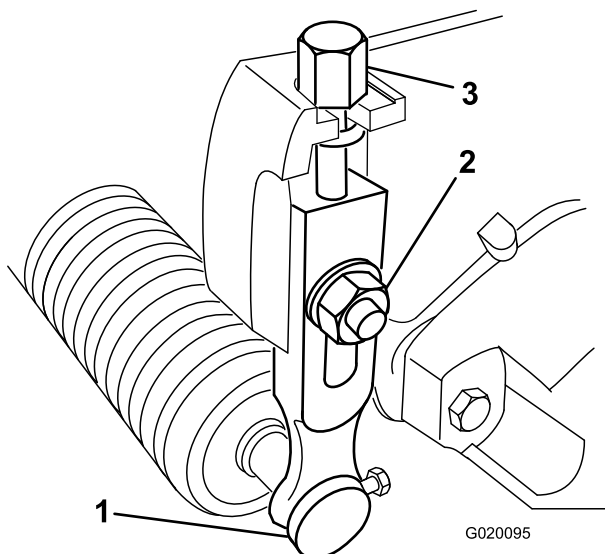

Figura 8
1. Desaperte as porcas de bloqueio que fixam os braços da altura de corte às placas laterais da unidade de corte (**Figura 8**).